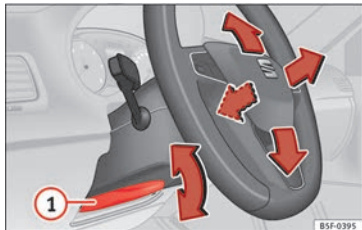

Abb. 19 Hebel auf der linken unteren Seite der Lenksäule.
• Lenkradposition einstellen: Ziehen Sie den Hebel » **Abb. 19**  nach unten, bringen Sie das Lenkrad in die gewünschte Position und schieben Sie den Hebel wieder nach oben, bis er seine Verriegelungsposition erreicht.